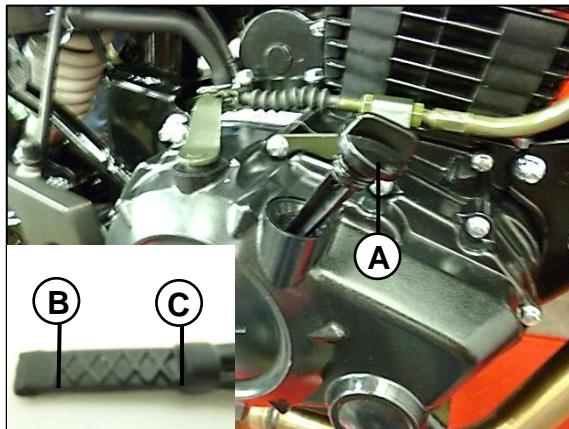

Fig. 01
Retire el tapón (A) medidor de aceite. Si el nivel de aceite está por debajo de la marca del límite menor (B), agregue aceite hasta la marca del límite máximo (C). Fig. 01